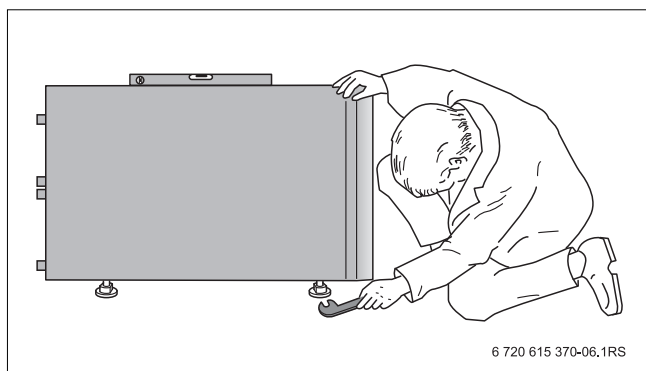

Afb. 5 Minimale afstandsmaten tot aan de muur (in mm)
Neem bij de opstelling van de warmwaterboiler de minimale afstanden voor montage en onderhoud in acht (→ afbeelding 5). Neem hiervoor ook de minimale montageafstanden van de cv-ketel in acht.
- Respecteer de minimale afstanden tot de muur (→ afbeelding 5).